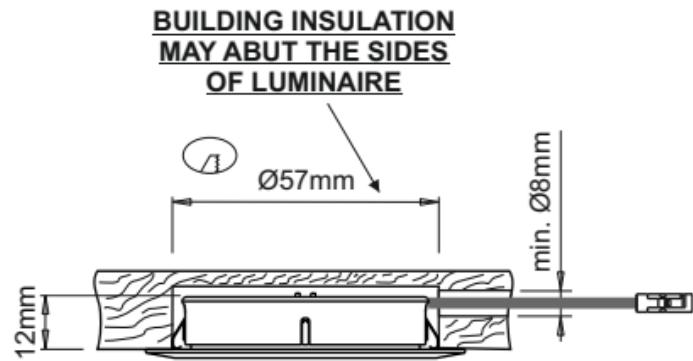

Fig 1
- To flush mount the device, bore a ø 57mm hole ≥ 12mm deep on the installation surface and then, if necessary, bore a ø ≥ 8mm exit hole for the power supply cable as illustrated in figure 1.
- Für den Einbau der Leuchte eine Bohrung mit \varnothing 57 mm und einer Tiefe von \geq 12 mm auf der Montagefläche ausführen und ggf. für den Austritt des Netzkabels eine Bohrung mit $\varnothing \geq$ 8 mm ausbilden (Abb. 1).